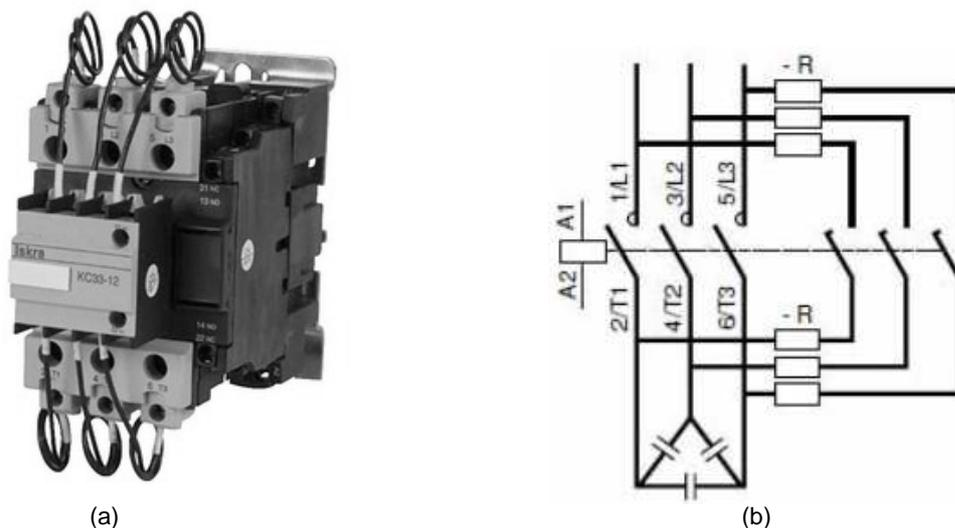

Figura 12.- (a) Contactor con contactos auxiliares de "precierre" – (b) Esquema eléctrico.
- **AC-6B (maniobra de banco de capacitores):** en instalaciones industriales de baja tensión, los capacitores son utilizados, principalmente, para la corrección de la energía reactiva (aumento del factor de potencia), Cuando estos capacitores son energizados, ocurren sobrecorrientes de gran amplitud (hasta 160 veces la corriente nominal) y frecuencia (3 a 15KHz) cuya duración varía entre 1 y 2ms. Estas sobrecorrientes se deben a corrientes armónicas producidas por los transformadores saturados, rectificadores, etc. Corrientes transitorias cuya frecuencia y amplitud dependen de la inductancia de la red y de la capacidad del capacitor. Corrientes transitorias adicionales, en el caso de conexión de un capacitor estando otros conectados, producidas por la descarga de estos capacitores. Los contactores para comando de capacitores (figura 12) son diseñados especialmente para reducir las sobrecorrientes transitorias de conexión.